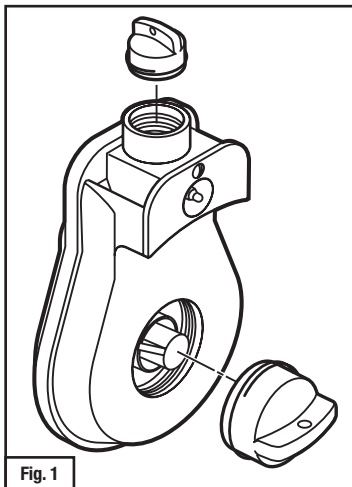

Fig. 1
3. Retirer les obturateurs d'admission et de sortie d'air du souffleur à moteur, conformément à ce qui est illustré. Conserver les obturateurs pour les utiliser pendant le nettoyage (Fig. 1).